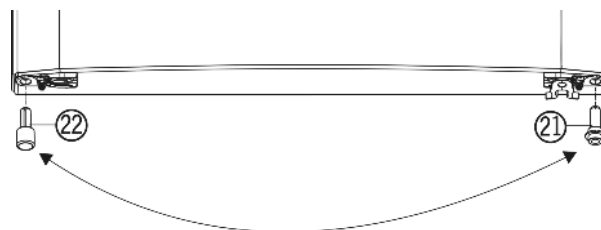

Fig. 4
- ▶ Retirer la butée Fig. 4 (22) de la porte en bas à gauche.
- ▶ Remettre la butée Fig. 4 (22) en bas à droite dans la porte.